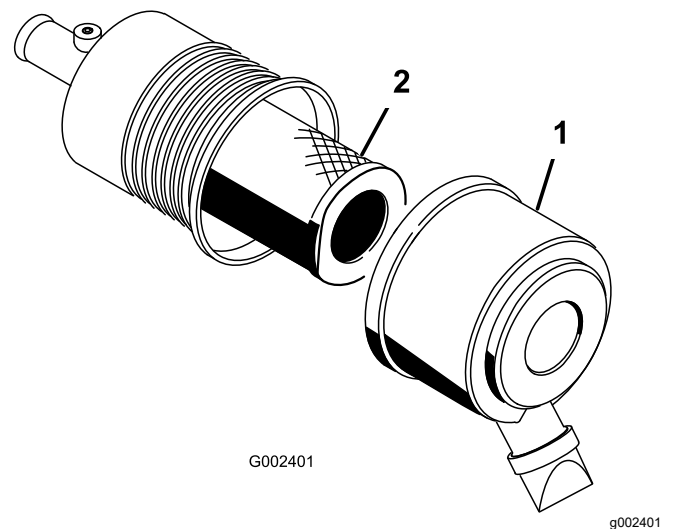

Figura 52
2. Rilasciate i fermi che fissano il coperchio del filtro dell'aria al relativo corpo (Figura 52).
3. Togliete il coperchio dal corpo del filtro dell'aria (Figura 52).
5. Togliete il filtro e sostituitelo (Figura 52).